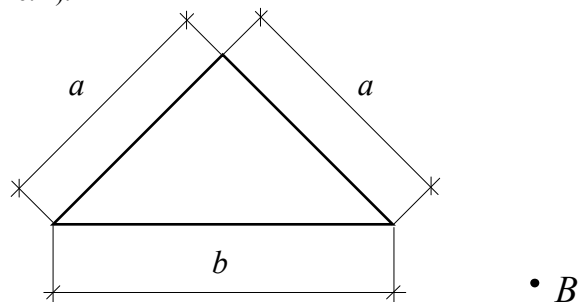

Рис. 2.
17. Проведите главные оси для равнобедренного треугольника, используя точку  $B$  (рис. 2).